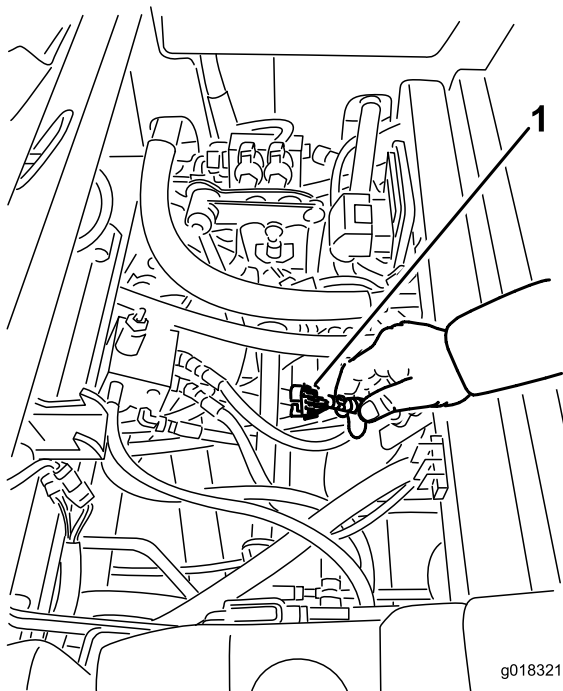

Рисунок 39
3. Найдите жгут проводов и разъемы рядом с контроллером (Рисунок 39).